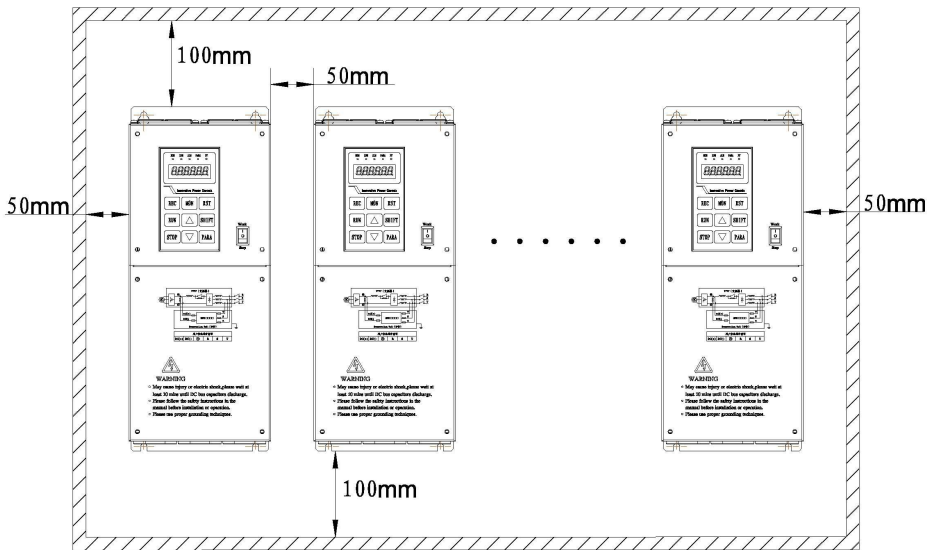

图 4-6 多台装置横向排列安装上下左右预留安装空间要求
3、在同一设备或控制柜内安装多台装置时，考虑到接线方便以及减少相互间的热影响，推荐横向排列安装。如图 4-6 所示。